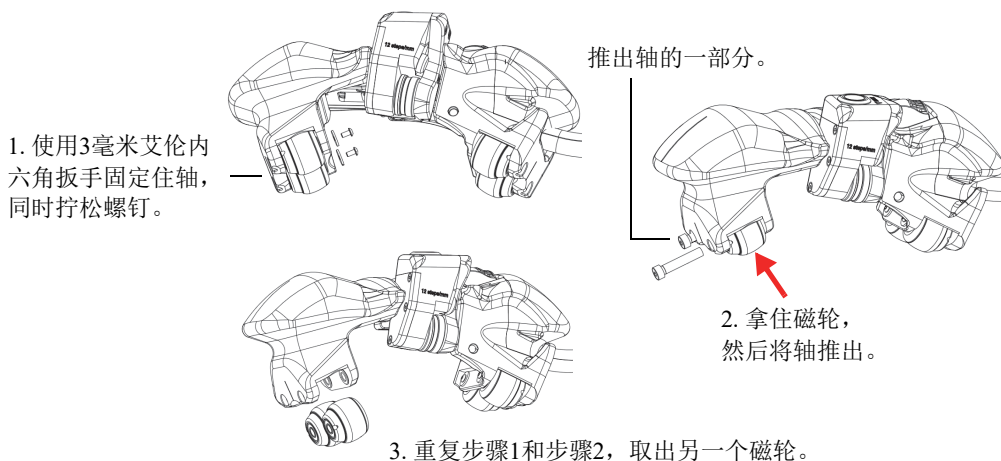

图 5-1 更换磁轮
1. 使用一个3毫米艾伦内六角扳手固定住轴，使用1个2毫米艾伦内六角扳手取下想要更换的轮子上的螺钉（参见第46页的图 5-1）。